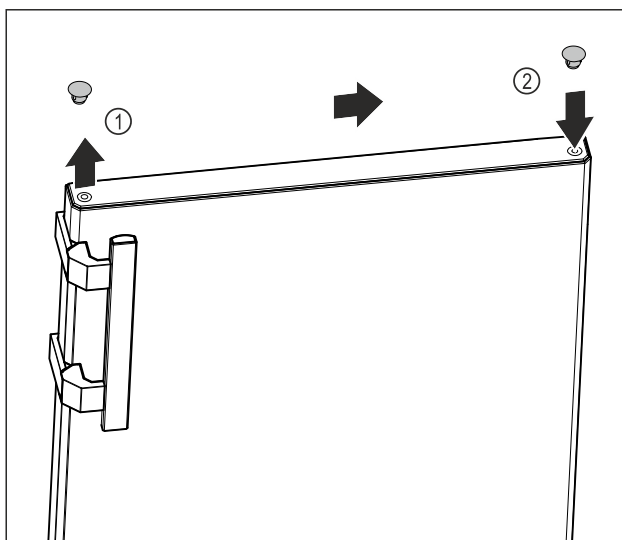

Fig. 18
- Soulever avec soin le cache de recouvrement de la partie supérieure de la porte Fig. 18 (1) au moyen d'un tournevis plat.
- Placer le cache de recouvrement du côté opposé. Fig. 18 (2)